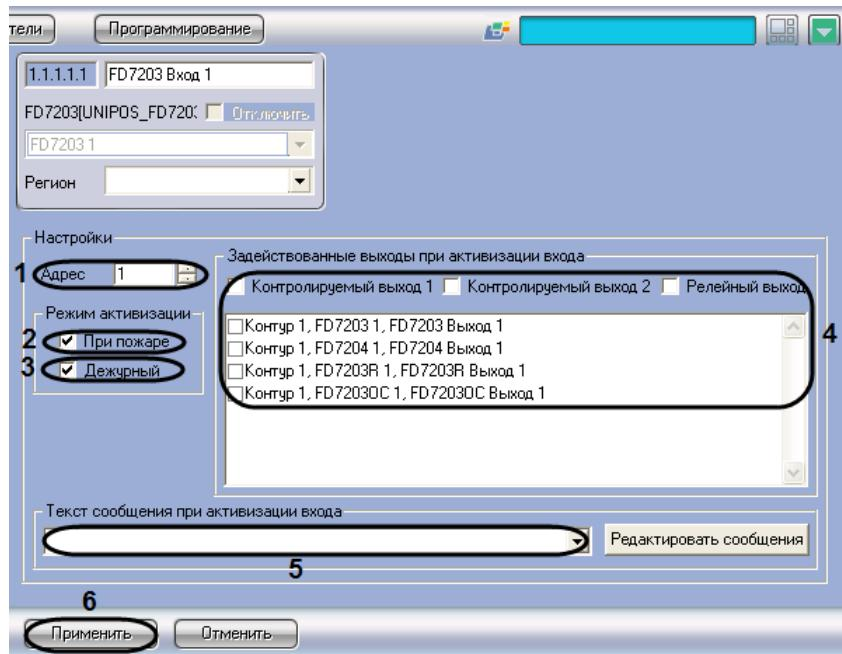

Рис. 3.6-3 Настройка входа адресного модуля FD7203
- Перейти на панель настройки объекта **FD7203 Вход** (Рис. 3.6-3).
2. В поле **Адрес** ввести с помощью кнопок **вверх-вниз** адрес входа модуля FD7203 (от 1 до 3) (см. Рис. 3.6-3, 1).
3. В случае, если при активации входа требуется задействовать выходы в режиме **Пожар**, установить флажок **При пожаре** в группе **Режим активации** (см. Рис. 3.6-3, 2).
4. В случае, если при активации входа требуется задействовать выходы в дежурном режиме, установить флажок **Дежурный** в группе **Режим активации** (см. Рис. 3.6-3, 3).
5. В группе **Задействованные выходы при активации входа** установить флажки для тех выходов, которые требуется задействовать при активации входа (см. Рис. 3.6-3, 4).
6. Из раскрывающегося списка **Текст сообщения при активации входа** выбрать сообщение, которое будет выводиться при активации входа (см. Рис. 3.6-3, 5).
7. Для сохранения настроек во внутренней базе данных ПК *Интеллект* нажать кнопку **Применить** (см. Рис. 3.6-3, 6).